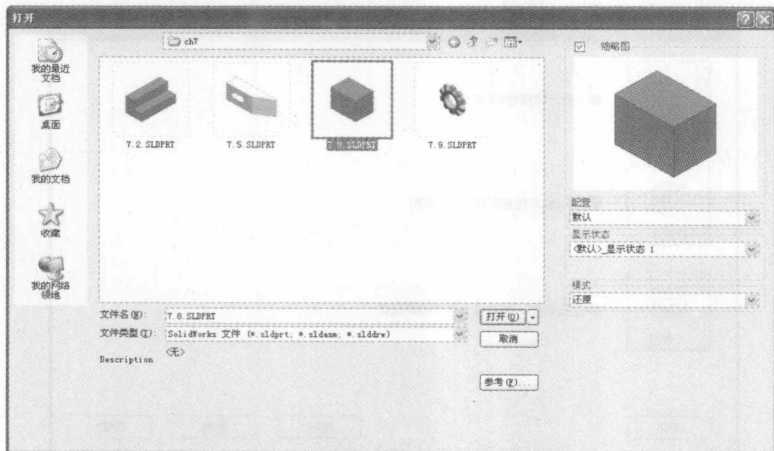

图 1-5 “打开”对话框
- 2) 选择文件类型。此时系统弹出如图 1-5 所示的“打开”对话框。对话框中的“文件类型”下拉菜单用于选择文件的类型，选择不同的文件类型，在对话框中会显示文件夹中对应文件类型的文件。选择“缩略图”选项，选择的文件就会显示在对话框中的“缩略图”窗口中，但是并不打开该文件。